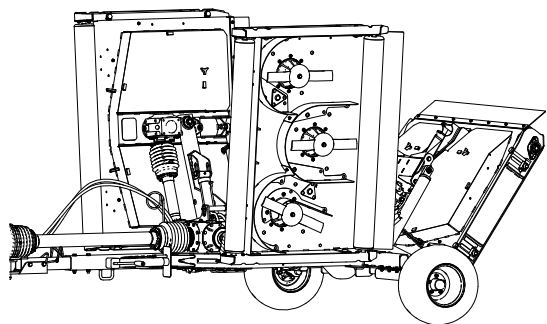

Figura 69
2. Sollevare e fissare i piatti di taglio, spegnere il motore e togliere la chiave (Figura 69).